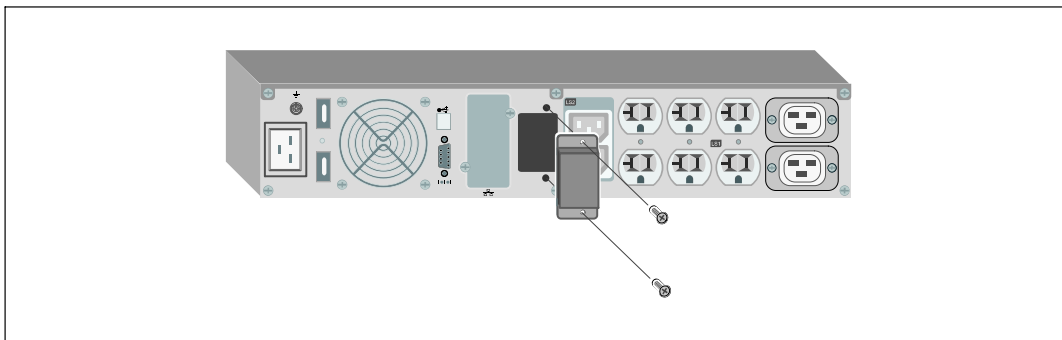

図 26. バッテリーコネクタカバーの取り外し方法
- 1 図 26に示すように、リヤパネルからバッテリーコネクタカバーを取り外します。カバーとネジを保管しておきます。